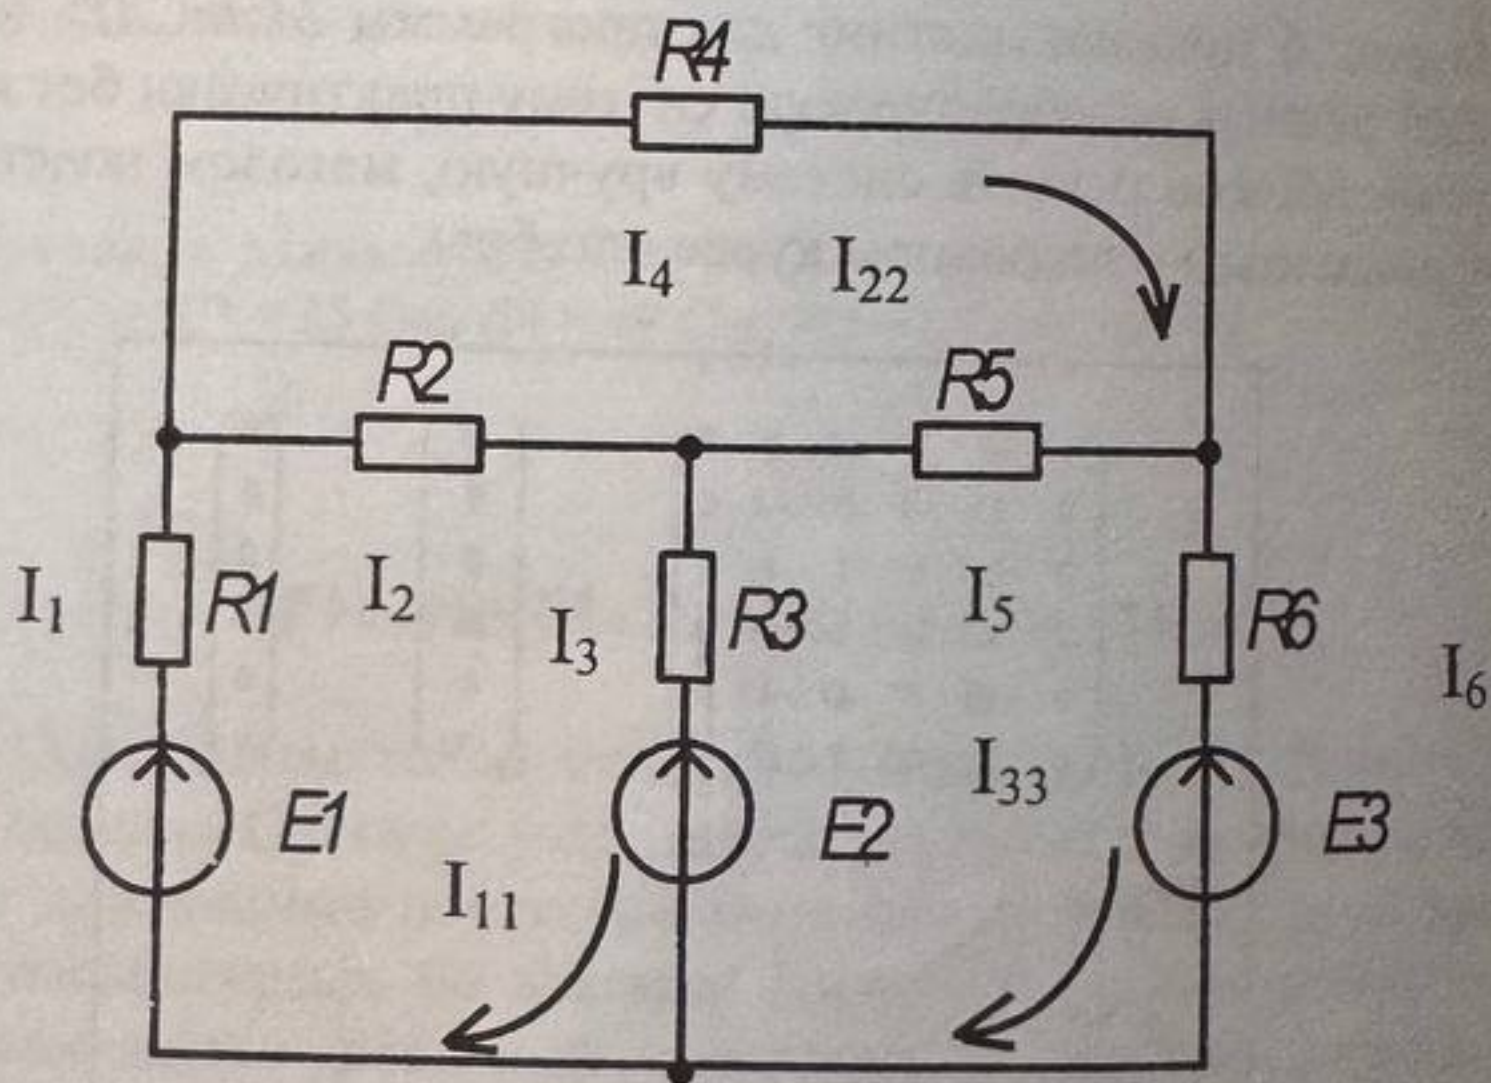

Рис. 7. Метод контурных токов
2. Выбираем три контура и направления соответствующих контурных токов. Выберем контурные токи  $I_{11}$ ,  $I_{22}$  и  $I_{33}$ , как показано на рис. 7.